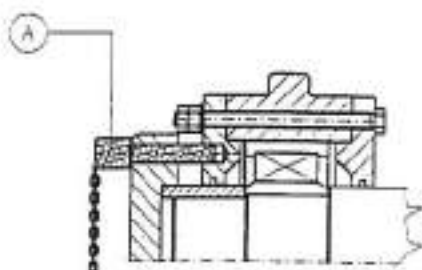

fig. 10
- con la dovuta cautela ruotare a mano il rotore fino a posizionare il martello nella posizione verticale ed inserire il perno di bloccaggio (fig. 10/A) entro il foro ricavato nella flangia di testa dell'albero, assicurandosi che vi entri per tutta la lunghezza dello stelo.
! PER EFFETTO DELLA SOSTITUZIONE DI UNA PARTE CONSISTENTE, IL ROTORE SI TROVA ORA AD ESSERE SBILANCIATO E, DI CONSEGUENZA, TOGLIENDO IL PERNO DI BLOCCAGGIO (FIG. 10/A), TENDERÀ A RIPORTARSI IN POSIZIONE DI EQUILIBRIO, OSCILLANDO PIÙ VOLTE.
- togliere il perno di bloccaggio (fig. 10/A) e lasciare che il rotore si fermi;
- con la dovuta cautela, ruotare a mano il rotore fino a posizionare il martello in posizione verticale ed inserire il perno di bloccaggio (fig. 10/A) entro il foro ricavato nella flangia di testa dell'albero, assicurandosi che vi entri per tutta la lunghezza dello stelo;